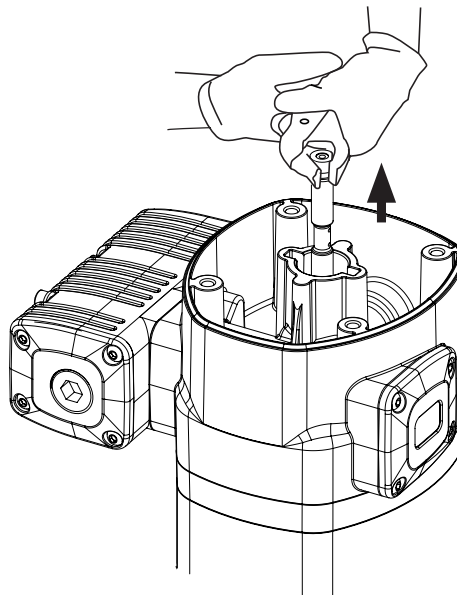
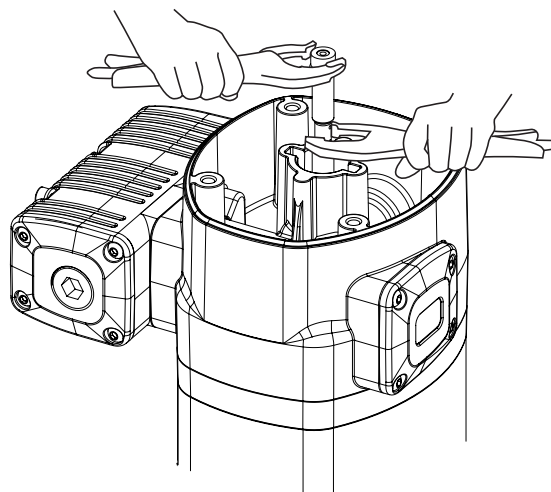

Fig. 7a
Fig. 7b
1. Unscrew the bolts (2) and remove the cap (3).
2. Unscrew the sensor sleeve (4).
3. With a manual clamp on the nut (5), pull the rod (40) outwards until its central recess appears (fig. 7a). Then, with another manual clamp, grab the rod (40) on said recess to prevent sealing surface to be damaged, and unscrew the nut (5) (fig. 7b).
4. Remove o-ring (6) and ring (7), and replace them with new ones later.
5. Unscrew the bolts (58). Pull the motor body (13) outwards to free it along with bridle (36).
6. Take away the gasket (9) and replace its seals (8) and (10).
7. Unscrew the bolts (37) and split the motor (13) from the bridle (36). Take away the washer (32) and replace the seal (8).
8. Take away the cylinder (50) while carefully holding the air piston (45). Replace the piston seal (44).
9. Reassemble in reverse order, applying thread locker in screws (37), nut (5) and sensor sleeve (4).
1. Desenrosque los cuatro tornillos (2) y quite la tapa (3).
2. Desenrosque el tapón inversor (4).
3. Con ayuda de una mordaza manual sobre el casquillo (5), tire hacia fuera del vástago (40) hasta que aparezca su rebaje central (fig. 7a). Después, con otra mordaza manual agarre el vástago (40) en dicha zona rebajada central para no dañar la superficie destinada al sellado y desenrosque el casquillo (5) (fig. 7b).
4. Deseche la tórica (6) y el aro (7), y use otros nuevos posteriormente al volver a montar.
5. Desenrosque los cuatro tornillos (58). Tire hacia arriba del cabezal motor (13) hasta liberarlo junto con la brida (36).
6. Quite el casquillo inversor (9). Sustituya las juntas (8) y (10) de este casquillo.
7. Desenrosque los cinco tornillos (37) y separe el cuerpo motor (13) de la brida (36). Extraiga la arandela (32) y sustituya la junta (8).
8. Retire el cilindro (50) sujetando con cuidado el émbolo (45). Sustituya la junta (44) de dicho émbolo.
9. Vuelva a montar el conjunto en sentido inverso, aplicando fijador de rosca en los tornillos (37), casquillo (5) y tapón inversor (4).